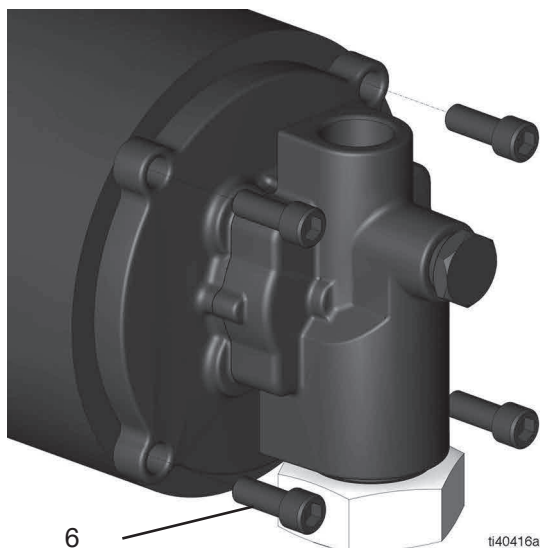

図 7
5. 5/16 インチ (8 mm) の六角レンチ (6) を使用して、4 本の六角ネジを外します (図 7)。
7. 5/15 インチ (8 mm) 六角レンチを使用して、4 本の六角ネジ (6) を取り付け、締めます (トルク 20 ft-ポンド、27.1 N•m) (図 7)。